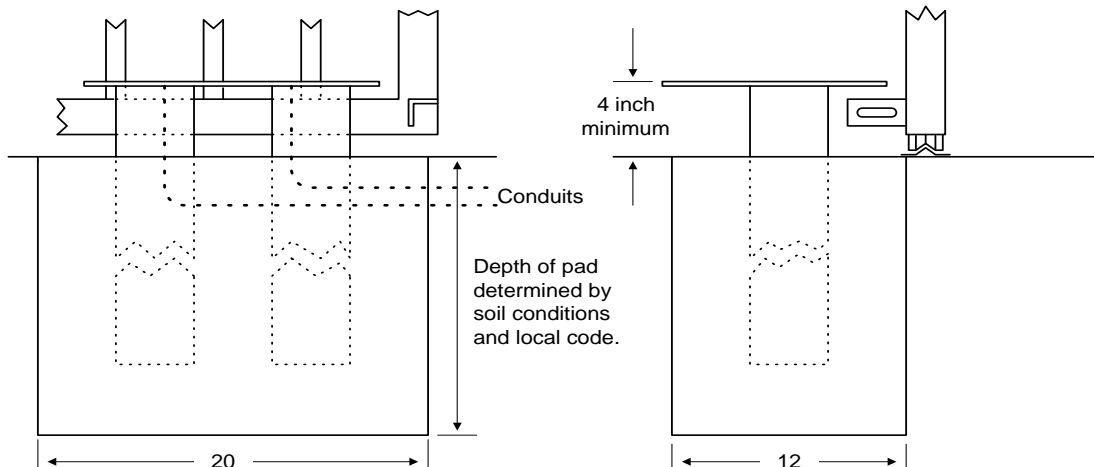

Figura 8
2. Después que los postes hayan sido soldados a la placa de la base para formar la ensambladura, construya una forma para la ensambladura según las especificaciones en figura 8.
3. Coloque la ensambladura de la base de montaje dentro la forma. Asegúrese que la placa de la base esté por lo menos cuatro (4) pulgadas por encima del nivel del suelo. Coloque conductos, barras de refuerzo y/o malla de alambre si se requiere. El número de conductos es determinado por los requisitos de aplicación. Nosotros sugerimos usar un mínimo de cuatro (4) conductos. 1-Líneas eléctricas de alto voltaje; 2-Líneas de control de bajo voltaje; 3- Cables de entrada de los círculos de detección (círculo abierto); 4- Cables de entrada de los círculos de detección (círculos de inversión). **Vea SECCIÓN 2.** Coloque conductos adicionales según se requiera para su aplicación. **NOTA:** Si no coloca los conductos en la base, pueden ser encaminados hacia una caja de paso donde las conexiones para el operador pueden ser hechas después de la instalación. Hay tres (3) moldes agujerados de 1/2-pulgada y un (1) molde agujerado de 3/4-pulgadas en cada lado del operador para este uso. **¡¡IMPORTANTE!! Asegúrese que la base de montura este a nivel y paralelo con la puerta.**